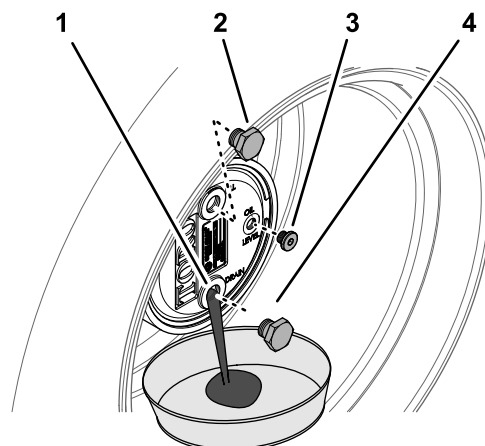

**Figura 106**
- Îndepărtați buoul de umplere în poziția corespunzătoare orei 12 și buoul de verificare în poziția corespunzătoare orei 3 (Figura 106).
- Amplasați o tavă de golire sub butucul planetar, îndepărtați buoul de golire în poziția corespunzătoare orei 6 și lăsați uleiul să se scurgă complet (Figura 106).
- Montați buoul de golire în orificiul de golire al carcasei mecanismului planetar (Figura 106).